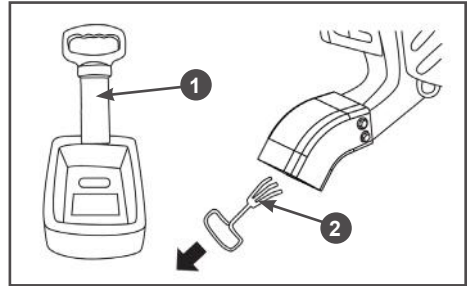

Рис. 10 Удаление застрявшего материала
9. При необходимости протолкнуть материал внутрь воронки дробилки пользуйтесь толкателем 1 (Рис. 10), поставляемым в комплекте с устройством, слегка надавливая им на измельчаемый материал.
10. Если произошел затор, заглушите двигатель. Убедитесь, что вращение ножей прекратилось. Отсоедините колпачок свечи зажигания. Извлеките ветки из воронки измельчителя. Снимите мешок, если он установлен и удалите застрявший материал через отверстие загрузочной трубы крючком 2 (Рис. 10).